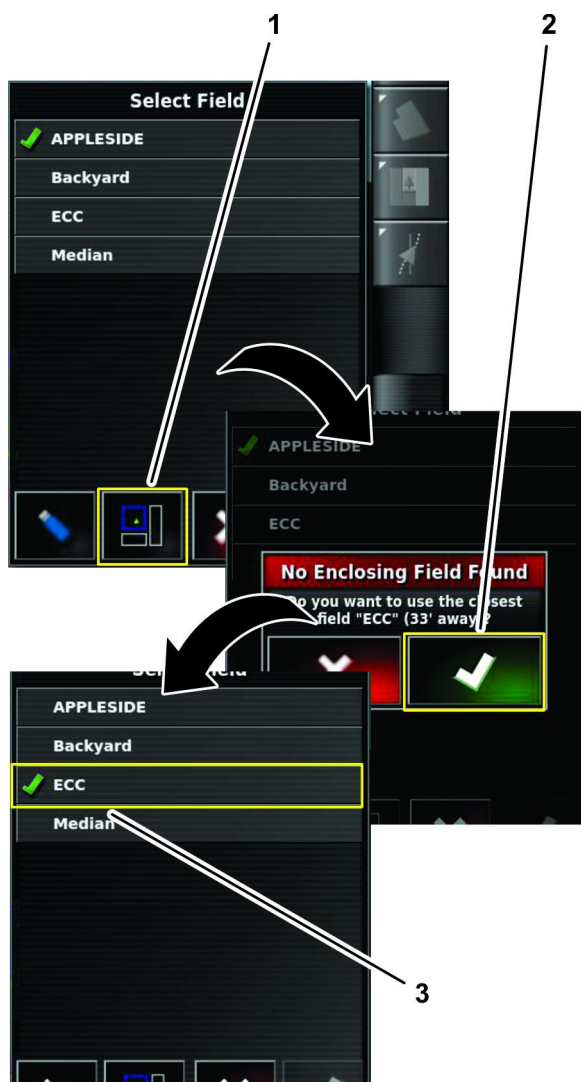

Figura 37
1. Na lista selecionar campo, pressione o ícone Limite de campo mais próximo por GPS (Figura 37).
2. Pressione o ícone Confirmar (Figura 37).